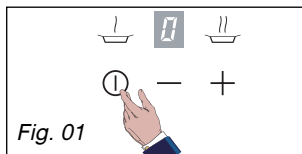

Fig. 01
— **Sélectionnez** le brûleur que vous souhaitez utiliser en posant votre doigt bien droit et bien à plat sur la touche ① correspondante (Fig. 01).